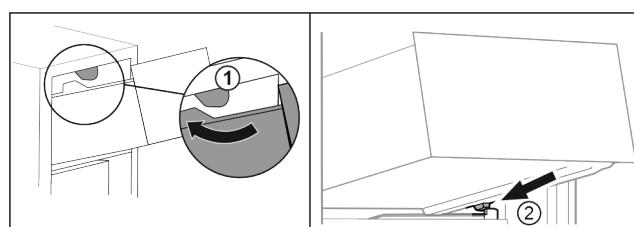

Fig. 74
- Vedte zásuvku podél horních zarážek. Fig. 74 (1)
- Nasadte zásuvku šikmo za dolní zarážky na žebrování na nádoby. Fig. 74 (2)